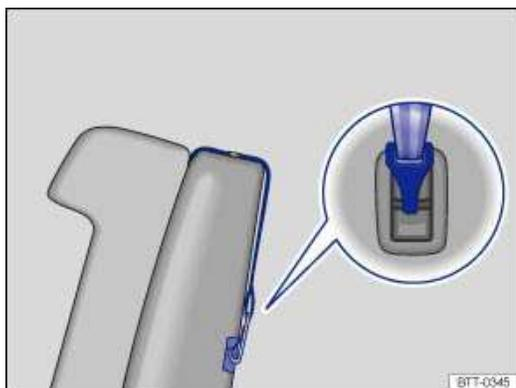

Abb. 65 Beispiel eines eingehängten oberen Befestigungsgurts.
- Oberen Befestigungsgurt im Gepäckraum in die entsprechende Halteöse einhängen → Abb. 65 .